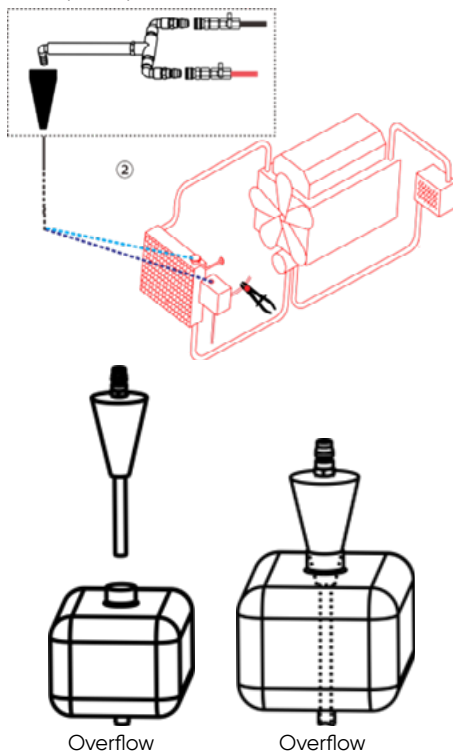

Fig 5.
2. Sélectionnez l'adaptateur en Y et l'adaptateur conique appropriés, afin d'assurer l'étanchéité. Raccordez le nouveau tuyau de fluide (rouge) et le tuyau de fluide usagé (transparent) à l'adaptateur en Y. Assurez-vous que : a) Le tuyau à insertion profonde est suffisamment long pour plonger dans le tuyau inférieur du réservoir de trop-plein. b) L'adaptateur conique assure une bonne étanchéité avec le réservoir de trop-plein ; (Fig. 5).